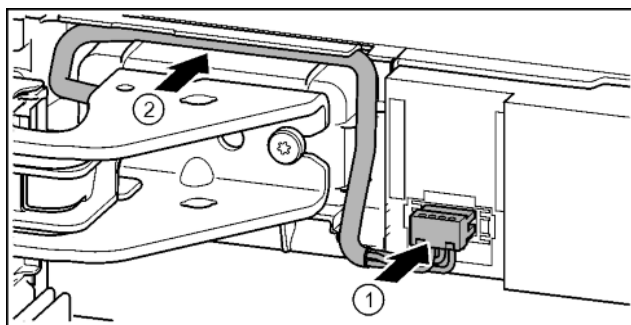

Fig. 34
- ▶ Зафиксировать штекер над верхним опорным кронштейном и осторожно уложить жилы кабеля в канал. Fig. 34 (1)
- ▶ Осторожно проложить серый кабель в направляющей над верхним опорным кронштейном. Fig. 34 (2)